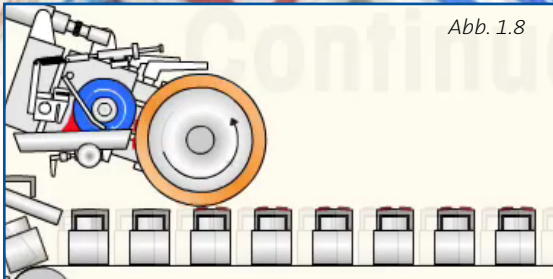

Abb. 1.8
Im **Rotationstampondruck** (Abb. 1.8, 1.9) zur Bedruckung runder Teile oder für kontinuierlichen
**DER EINSATZ:** In der Werbemittelbranche wird diese Drucktechnik besonders oft angewandt, da viele **Werbeartikel** keine ebene Oberfläche aufweisen. Anwendungsbereiche sind zum Beispiel das Bedrucken von **Spielzeugen, CDs, Geschirr, Feuerzeugen, Kugelschreibern oder anderen unebenen und/oder dreidimensionalen Objekten, die im Siebdruck nichtbedruckt werden können**. Im industriellen Bereich verwendet man den Tampondruck meist unter Verwendung von Rotationsdruckmaschinen (Abb. 1.8, 1.9) zum Bedrucken von **Kunststoffschraubverschlüssen für Getränkeflaschen** oder für andere dreidimensionale Objekte (früher häufig für Kassetten).